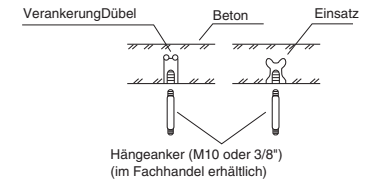

Abb. 3-3
- (3) Je nach Art der Decke:
- Die Hängeanker einsetzen, wie in Abb. 3-3 gezeigt